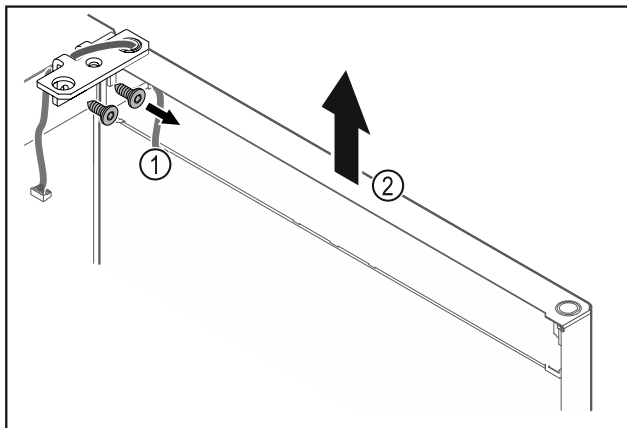

Fig. 19
- ▶ Odšroubujte úhelník závěsu Fig. 19 (1).
- ▶ Zvedněte dvířka včetně úhelníku závěsu Fig. 19 (2) přibližně 200 mm rovně směrem nahoru a vyjměte je.